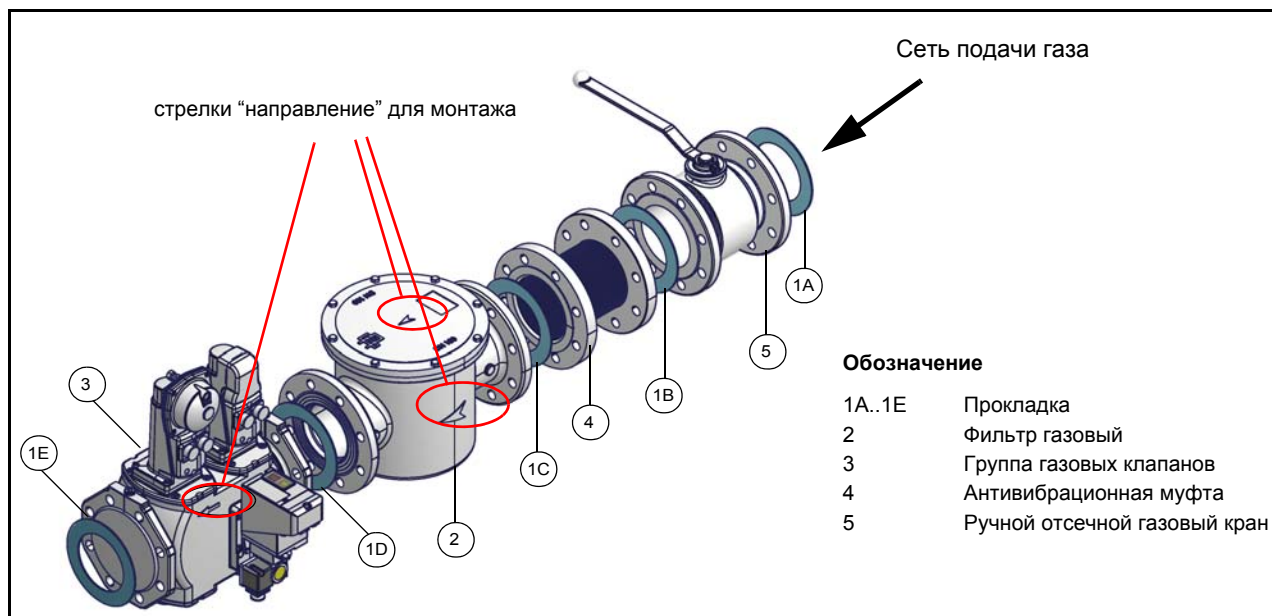

Рис. 6 - Пример газовой ramпы
- 1 - б) при фланцевых соединениях: между соседними компонентами устанавливать прокладку (1A..1E - Рис. 6), совместимую с используемым газом,
**ВНИМАНИЕ: после монтажа газовой ramпы согласно схеме на Рис. 6, необходимо провести тестирование на герметичность газового контура, согласно требований действующих нормативов.**